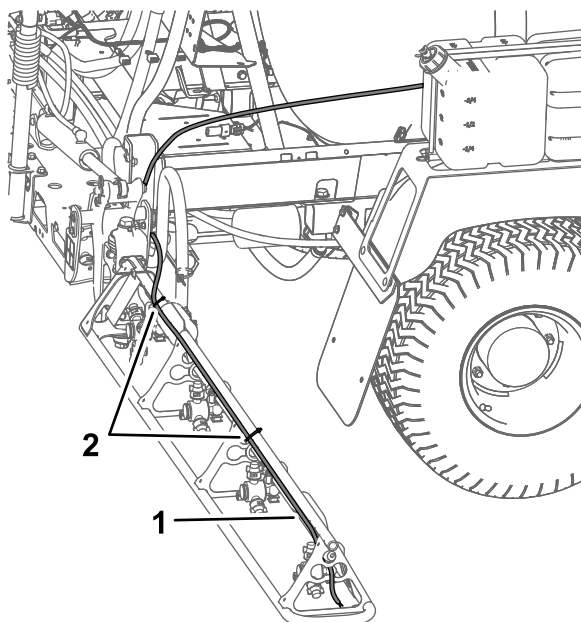

Рисунок 13
- А. Установите пенную трубку на правой стреле вдоль задней стороны верхнего опорного штыря (Рисунок 13).